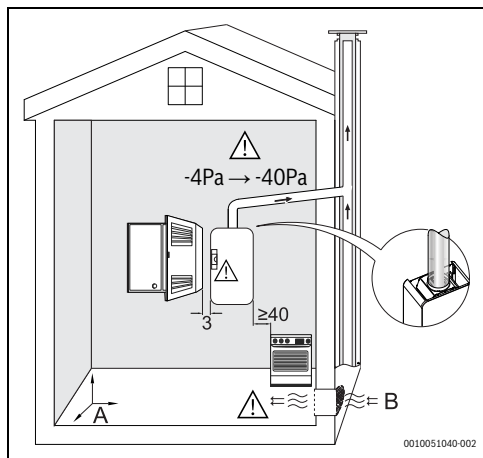

Fig. 10 Exigences minimales
- Respecter les mesures minimales d'installation indiquées à la Fig. 10.
- Accès suffisant nécessaire aux opérations de maintenance, en respectant les exigences minimales indiquées sur la fig. 10.